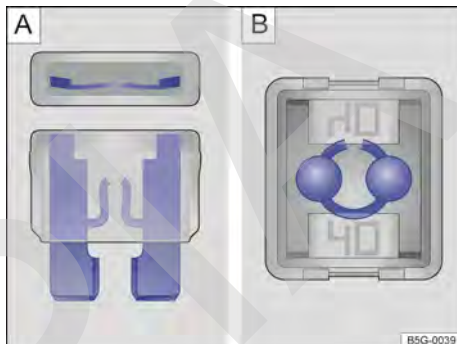

Fig. 142 Fusibles quemado: [A] fusible plano, [B] fusible de bloqueo.
- Un *fusible plano* (ATO®, MINI®) quemado es reconocido desde arriba o desde el costado por la carcasa transparente en las bandas metálicas derretidas → fig. 142 [A].
- Un *fusible de bloqueo* (JCASE®) quemado es reconocido por las bandas metálicas derretidas desde arriba de la carcasa transparente → fig. 142 [B].